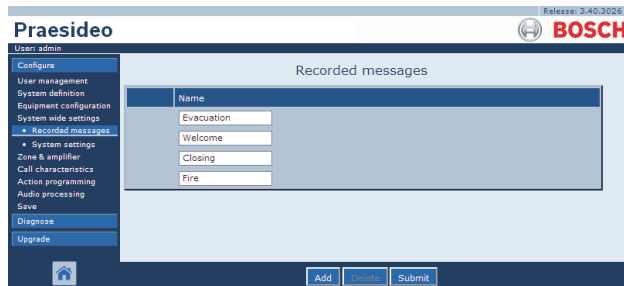

figura 45.6: Cancellazione di un messaggio registrato, passaggio 1
- 1 Passare a *Configure > System wide settings > Recorded messages* per aprire la pagina *Recorded messages*. Nella cornice principale dell'interfaccia web, appare una schermata simile a quella in figura 45.6.